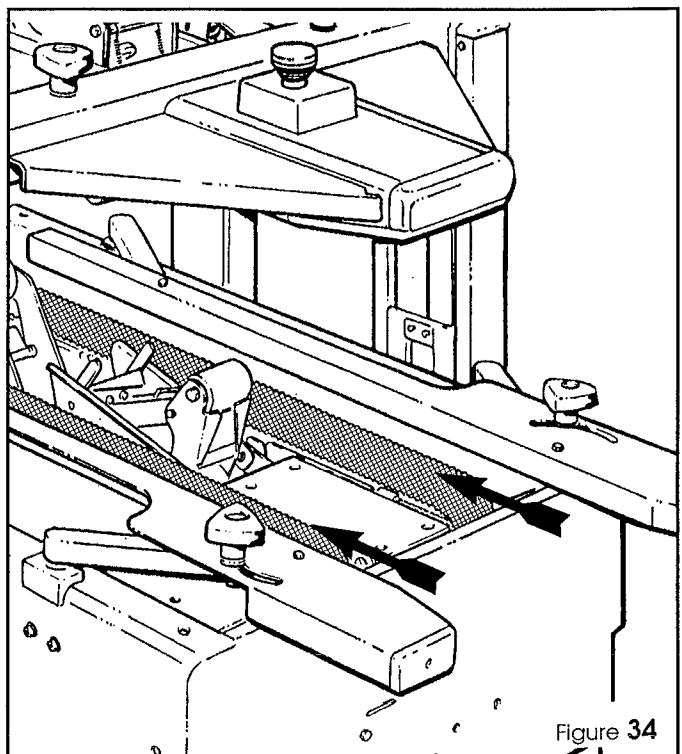

Figure 34
- vérifier le sens de rotation des courroies de transmission latérales (voir Figure 34).
- controleer in welke richting de transportbanden draaien (Figure 34).